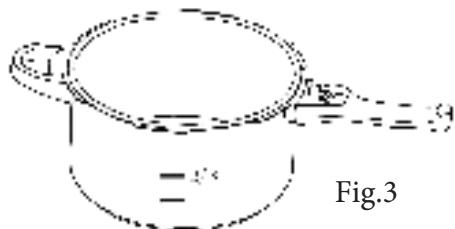

Fig.3
- Weniger als 1/4 der Höhe des Behälters zum Garen von Lebensmitteln, die an Volumen zunehmen, wie Reis, Bohnen usw. (Abb. 3).